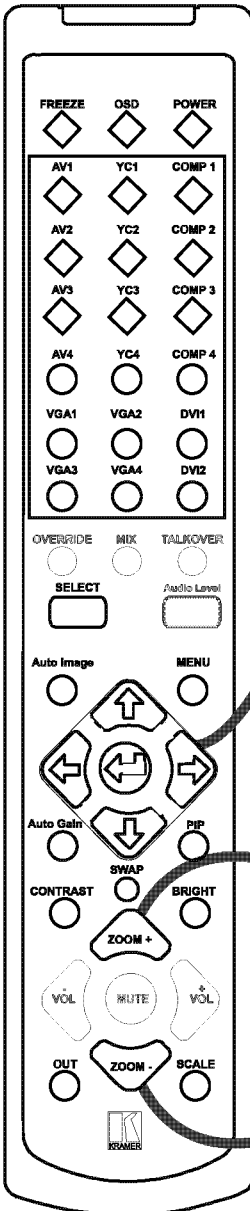

Рис. 44. Пульт дистанционного управления на инфракрасных лучах
- навигационные кнопки и кнопка **MENU** инфракрасного пульта дистанционного управления (рис. 44).
7 Представляют собой группу из пяти кнопок (см. увеличенную схему на рис. 44).